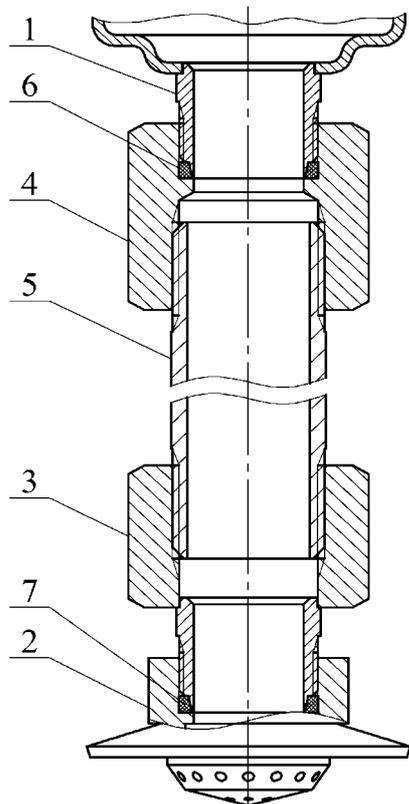

Рисунок 3
- ж) по заявке Потребителя (см. рисунок 3):
4.1.3 Для вывода насадка-распылителя в свободную зону через подвесной потолок типа Грильято, Армстронг и т.п. или его перемещения в рабочую зону эффективного пожаротушения при монтаже МУПТВ на потолочном перекрытии высотой более 6 м модуль может быть дополнительно укомплектован удлинителем, соединяющим выпускную горловину МУПТВ **1** с насадком-распылителем **2** (см. рисунок 3).
6.7 При монтаже насадка-распылителя через удлинитель (см. рисунок 3) провести следующие работы. Собрать удлинитель согласно рисунку 3. Перед сборкой на наружные резьбы трубы **5** нанести герметик, например, ТЕКАСИЛ NEUTRAL PROF1, после чего накрутить до упора переходники **3**, **4**. В резьбовые участки отверстий насадка-распылителя **2** и переходника **4** установить резиновые кольца **6**, **7**. На наружную резьбу переходника **3** накрутить до упора насадок-распылитель **2**. Соединить удлинитель через резьбовое соединение с выпускной горловиной МУПТВ **1**. При монтаже необходимо обеспечить перпендикулярное направление оси удлинителя относительно горизонтальной плоскости.